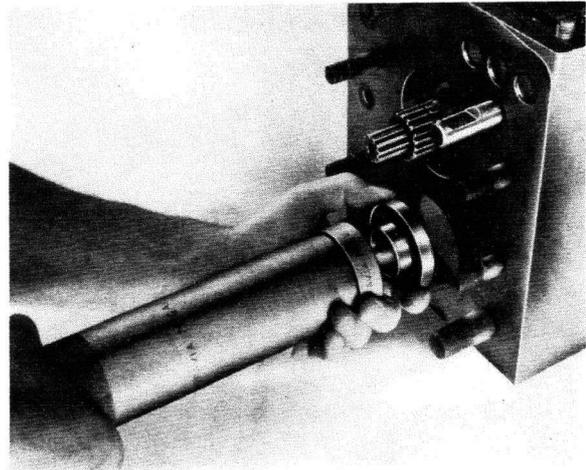

Fig. 14
- 4° Mettre en place la bague d'étanchéité, au moyen du tampon MIGU et du manche MIGA, les lèvres orientées vers l'AR et simultanément monter l'entretoise qui pénètre à l'intérieur de la bague d'étanchéité (fig. 14).